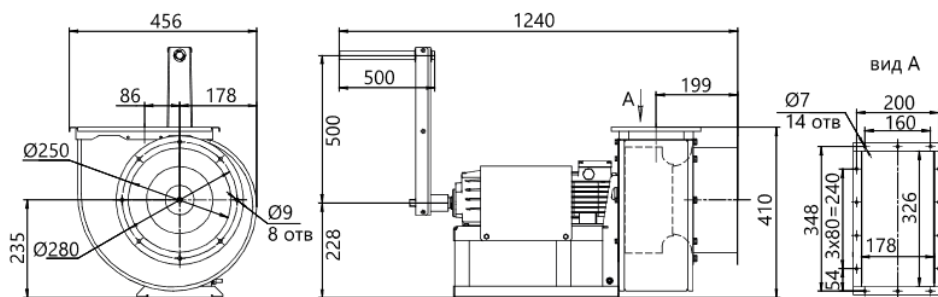

Рисунок 1 – Габаритні та приєднувальні розміри ERVN-025
**3.1** Загальний вигляд, габаритні, приєднувальні та настановні розміри вентиляторів повинні відповідати розмірам, вказаним на рис. 1–5 та у таблиці 1-5. Схема підключення електродвигуна наведена на рис. 6.